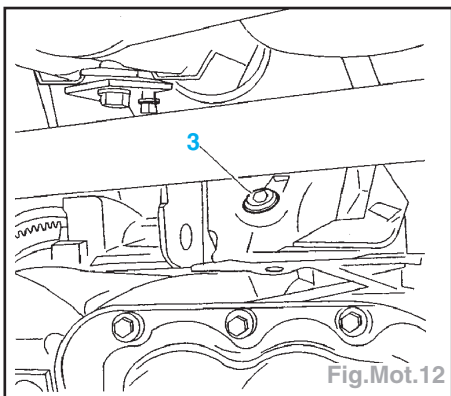

Fig.Mot.12
- Ouvrir le bouchon (3) pour vidanger la 2^{ème} rampe de cylindres (Fig.Mot.12).